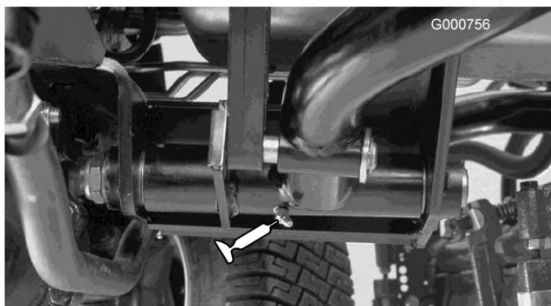

Bild 50
- Hintere Hubarm-Drehbüchsen (2) (Bild 50)